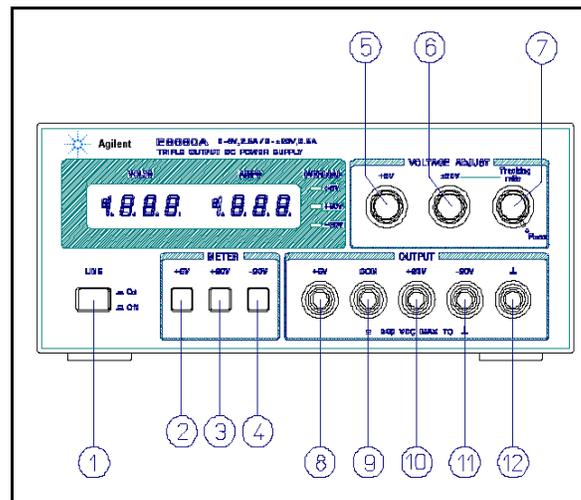

図 2. フロント・パネルの
以下の手順では、図 2 に示すフロント・パネル・コントロールとインジケータの使用方法を説明します。これにより、装置が正常に動作することを簡単に確認できます。装置が届いたら、負荷装置を接続する前に、以下の手順またはサービス情報セクションの詳細な性能テストに従ってください。
この出力装置は、個別に、直列または並列で使用することができます (並列および直列動作に関する説明を参照)。各出力端子はアースから絶縁されています。この共用 (COM) 端末やその他の端末は、フロートできるか、フロント・パネルにあるシャーシ接地端子 (図 2 の ⑫) に接続できます。ロードは 0 ~ ±20V の各出力端子と COM 端子間、0 ~ 40V 出力の -20V と +20V 端子間で個別に接続できます。各出力電圧や出力電流は、プッシュボタン式のメーター・スイッチですばやく選択して監視できます。0 ~ 40V 出力電圧を監視するには、+20V と -20V の出力電圧計の値を加算して電流を測定します。